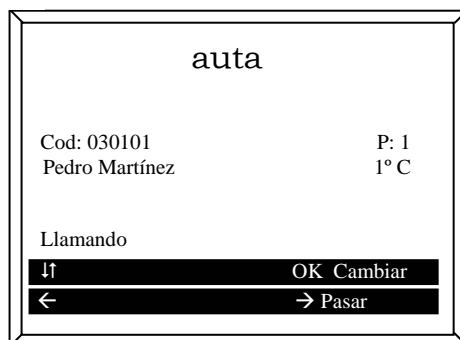

Figura 4. Llamada desde placa a vivienda.
- En la central aparecerá la información de la vivienda a la que va dirigida la llamada y la placa desde la que se llama (ver figura 4). Dicha información aparecerá sobre una pantalla azul si la instalación es de audio, o con la imagen de la cámara de la placa de calle de fondo si es de video.